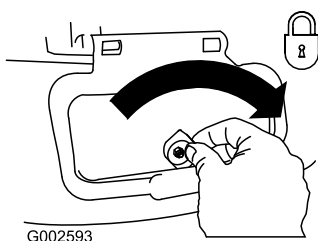

Figura 33
**Importante:** Bloquee la puerta de descarga lateral después de cerrarla (Figura 33).